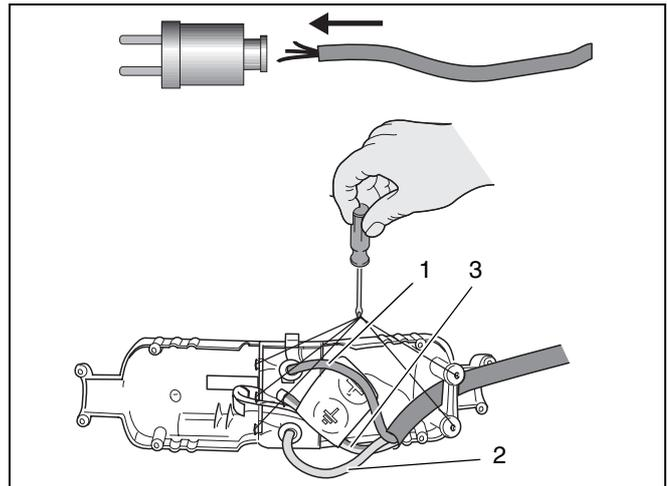

Fig. 17 Montare la spina di rete
- Montare la spina di rete sul cavo di alimentazione (fig. 17).